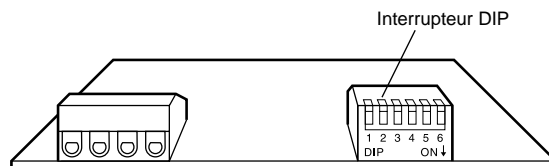

Fig.5
- Sélectionner le mode souhaité à l'aide de l'interrupteur DIP (Fig.5). Le Tableau 1 indique les modes disponibles avec le réglage requis de l'interrupteur DIP.